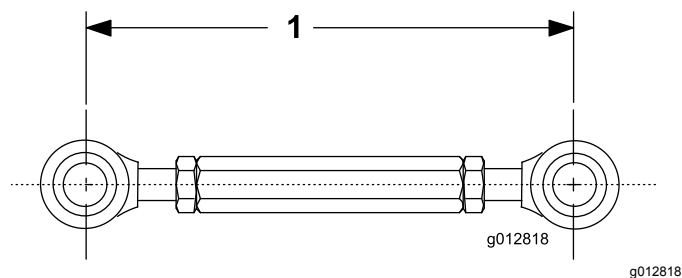

Figura 4
5. Regule o comprimento do encaixe roscado para 19 cm e aperte as porcas de segurança (Figura 4).